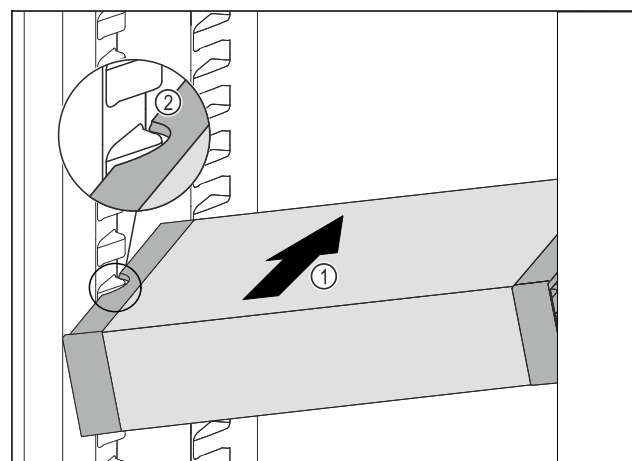

Fig. 167
- Työnnä VarioSafe vinossa asennossa jääkaappiosaan Fig. 167 (1), kunnes VarioSafen sivuilla olevat lovet Fig. 167 (2) ovat jääkaappiosassa olevien kotelokiilojen tasolla.